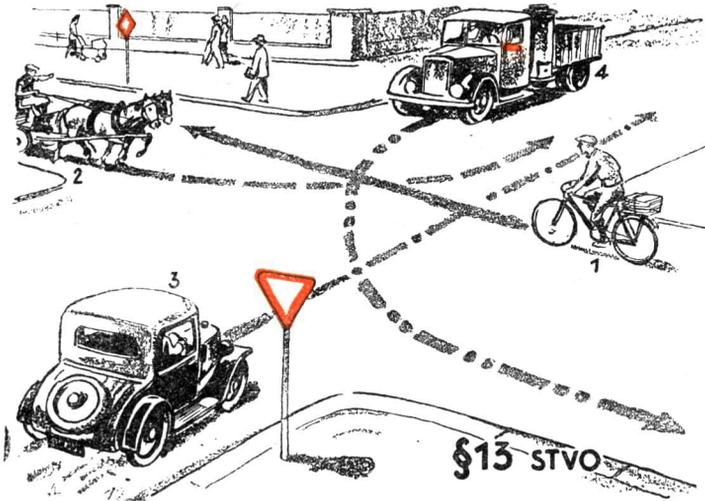

Bild 127. Auch Radfahrer und Pferdewerke haben als Benutzer der Hauptstraße die Vorfahrt
2. Der Benutzer der Hauptstraße, gleich ob er sich durch Muskelkraft oder Maschinenkraft fortbewegt, hat gegenüber dem Benutzer der Nebenstraße die Vorfahrt (s. Bild 127...130).